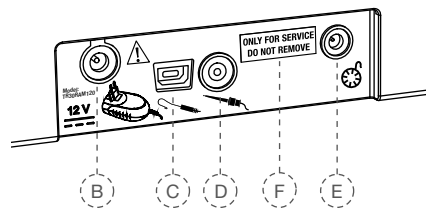

Fig. 3 Vue arrière
La connectique USB correspondante (Fig. 3, F), destinée à l'usage exclusif des centres de services autorisés, pour des entretiens ou des mises à jour logiciel. Cette prise USB est couverte par une étiquette „ONLY FOR SERVICE DO NOT REMOVE“ (uniquement pour la réparation, ne pas retirer) au moment de la livraison que seul le personnel de service peut retirer.
3. Branchez le câble d'alimentation sur la prise (Fig. 3, B) appropriée au dos de l'appareil.
8. Insérez le connecteur du câble de la pédale dans la prise (Fig. 3, E) située à l'arrière de l'unité centrale.
10. Branchez le connecteur du câble de clip labial à la prise correspondante (Fig. 3, C) à l'arrière de l'unité centrale.
12. Branchez la fiche du câble de pince instrumentale (Fig. 3, D) à la prise correspondante, à l'arrière de l'unité centrale.